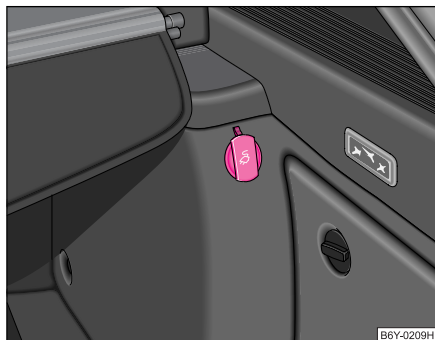

Fig. 73 Maletero: caja de enchufe
- Abra la cubierta de la caja de enchufe ⇒ **fig. 73**.